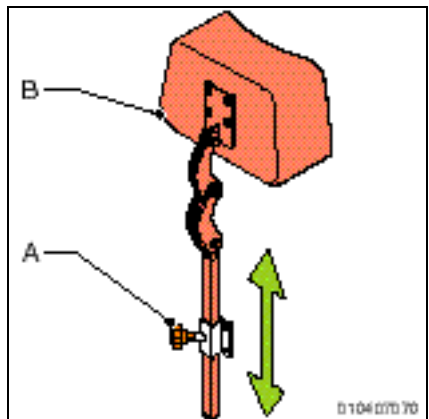

Figure 36
1. Desserrez le bouton en étoile (A) de quelques tours. (fig. 36)
2. Faites glisser l'appuie-tête (B) vers le haut.